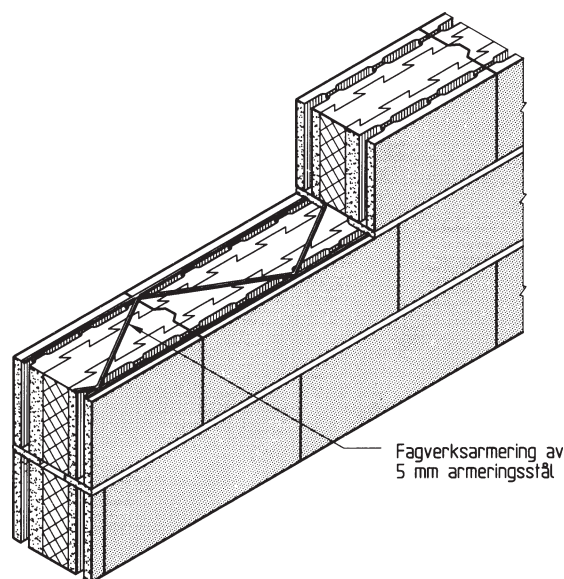

Fig. 242
- 242 *Isolerte betonghullblokker*, se fig. 242. I vegger som utsettes for jordtrykk, armeres murverket i hver annen fuge med fagverksarmering som sikrer samvirke mellom hullblokkvangene. I vegger som ikke har jordtrykkslast, er det tilstrekkelig med fagverksarmering i hver fjerde fuge.